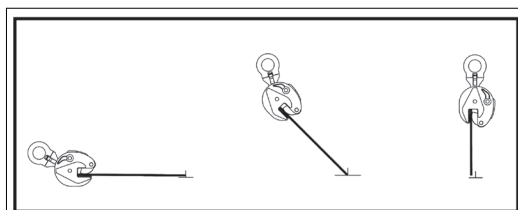
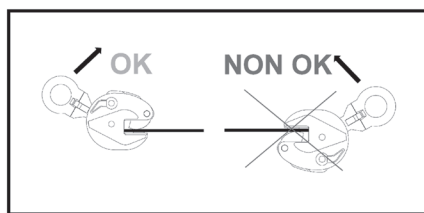

Fig. 7
Fig. 8
La articulación de pinza permite girar y/o inclinar una hoja sin desprenderse del suelo y sin sobrepasar la vertical (fig. 7); de nuevo, la carga debe sujetarse de forma correcta y segura (fig. 8).
**ATENCIÓN:** con referencia a la carga mínima de trabajo, considere que en la operación de giro/inclinación de 180° de una placa, mientras un extremo de la carga esté en el suelo, mientras la carga gire de horizontal a vertical, el accesorio sólo soportará una parte de la carga (fig.7)